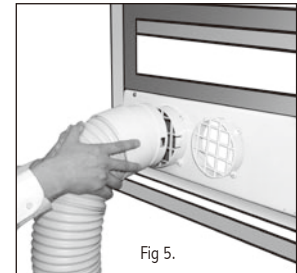

Fig 5.
E. Raccordez le tuyau de sortie à la glissière de fenêtre : Fig. 5.